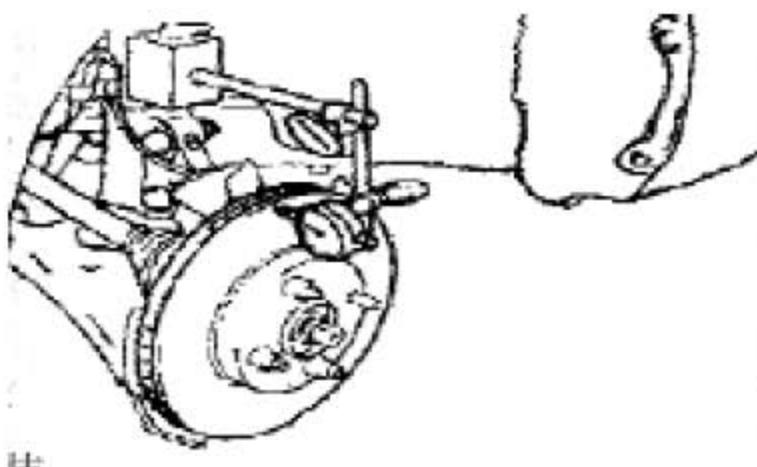

图 3—19
- 用百分表，在距制动盘外缘 $10\text{mm}$ 处测量制动盘的摆动，如图3—19所示。制动盘最大摆动： $0.05\text{mm}$ 。